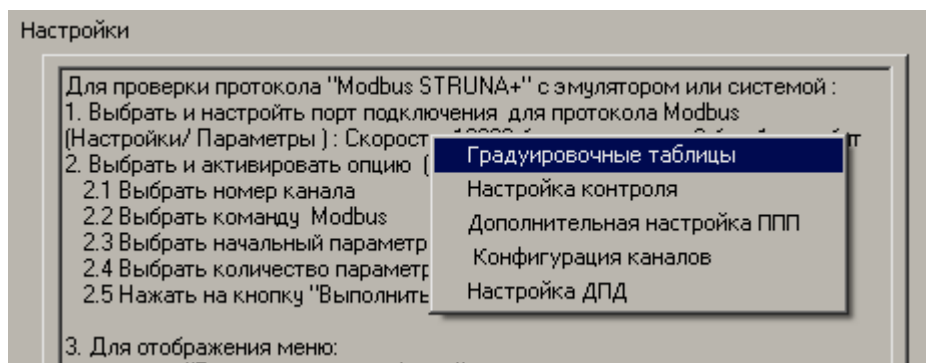

Рисунок 3.1
3.2 На начальной форме помощью ПКн активировать всплывающее меню (рисунок 3.1) и выбрать опцию «Градуировочные таблицы». С помощью ЛКн активировать выбранную опцию.